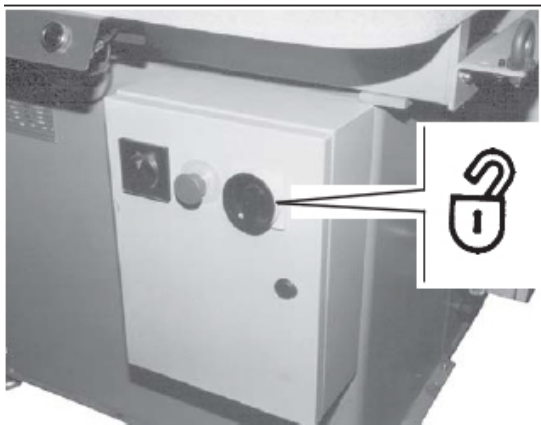

Abb. 6.1 Hauptschalter
- Den Hauptschalter Abb. 6.1 auf "0" stellen, sperren und abschliessen.